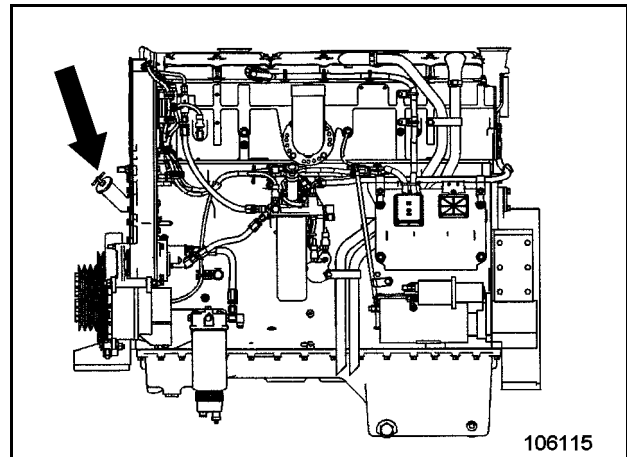

Fig. 3-14:
- Llenar aceite de motor por la tubuladora de relleno (Fig. 3-14:) hasta que el nivel de aceite alcance la marca "máx." (Fig. 2-17:).